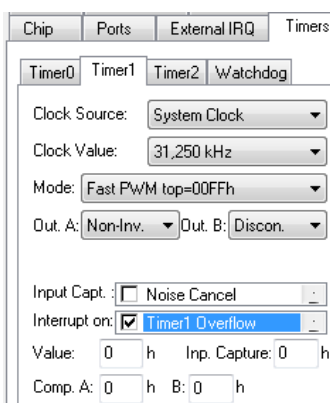

Рис. 5.19. Настройка таймера на режим Fast PWM аппаратной ШИМ
2) Во вкладке Timer1 настроить таймер на работу ШИМ. Для этого необходимо выставить режимы согласно рис. 5.19.